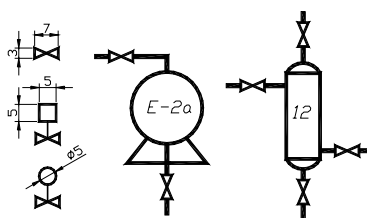

Рис. 14
*Упражнение:* выполнить в виде блоков элементы технологических схем: запорно-регулирующая арматура, емкости теплообменники, реакторы (рис. 14).